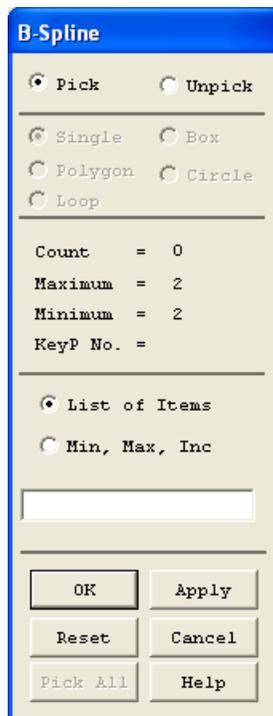

Рисунок 36. Окно выбора начальной и конечной точек сплайна
При его использовании появляется первое диалоговое окно выбора **B-Spline** (Рисунок 36). В этом случае при создании сплайна без указания направления ориентации касательной на его концах необходимо выполнить следующую последовательность действий:
- Нажать кнопку **OK** либо **Apply** для подтверждения сделанного выбора (Рисунок 36).